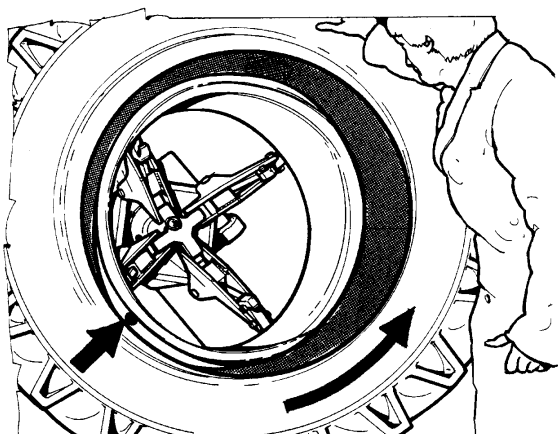

Fig.49
10. Positionner le crochet comme le montre la Fig.49. La pointe du crochet doit être à 2-3 cm (1") de distance du bord de la jante et à 2-3 cm (1") environ de l'extérieur.